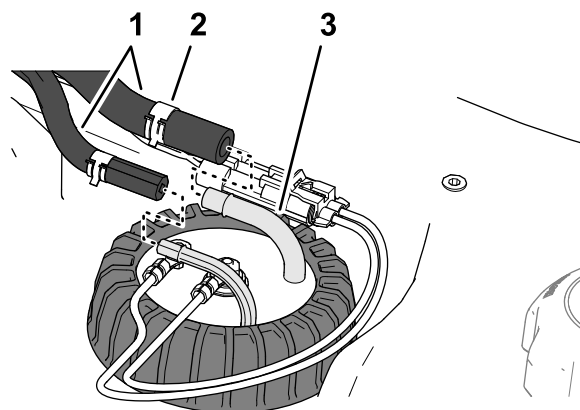

Figura 88
5. Monte a mangueira nas conexões do sensor de combustível e prenda as mangueiras às conexões com as braçadeiras (Figura 88).